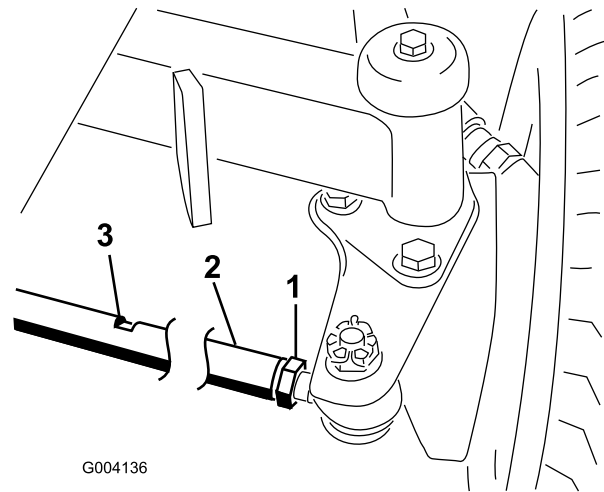

図 58
2. 各タイロッド 図 58 の端についているジャムナットをゆるめる。